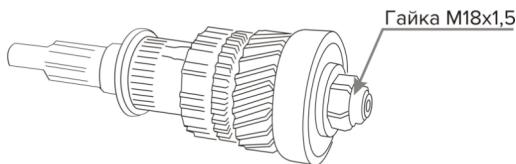
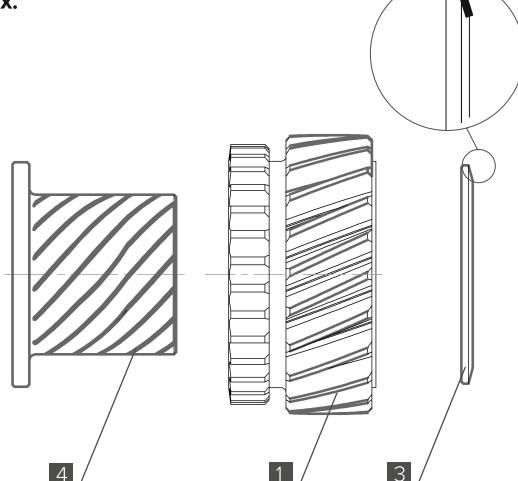

Рис. 5
Рис. 7
2. Установите кольцо втулки [3], расположив его плоской стороной к шестерне пониженной передачи [1], а фаской – к подшипнику (Рис. 7).
3. Установите втулку [4], расположив ее упорным буртиком к упорному торцу входного вала. Кольцо [3] ставится со стороны подшипника (см. рис.7). Затяните гайку M18x1,5 крепления заднего подшипника ведущего вала моментом 30...35 Н·м и закерните от раскручивания, (см. рис. 5)